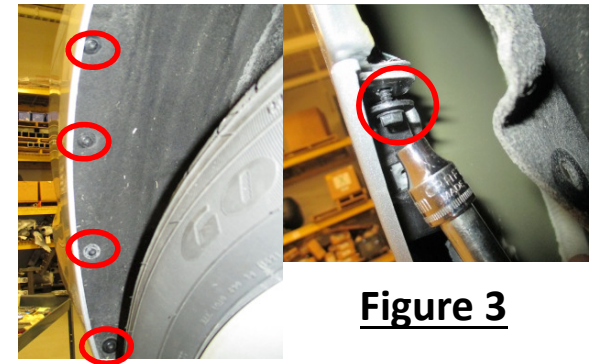

Figure 3
1. Enlèvement du carénage – Utiliser un tournevis à lame plate et une douille 10 mm pour retirer deux (2) rivets et deux (2) capuchons en plastique du carénage inférieur, voir la Figure 2. Utiliser un embout T15 et une douille 7 mm pour retirer cinq (5) vis du passage de roue de chaque côté, voir la Figure 3. Ouvrir le coffre et retirer délicatement le carénage. Mettre le carénage de pare-chocs de côté avec soin.